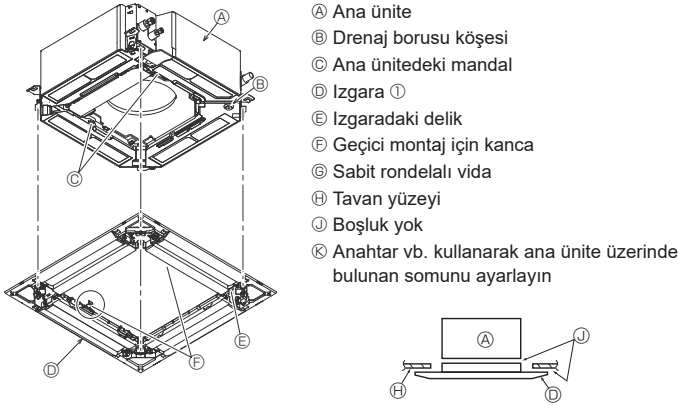

Fig. 9-6
9.4.2. Izgaranın geçici olarak montajı (Fig. 9-6)
- Daha önceden yerlerine takılan vidaları sıkarak izgarayı sabitleyin. (Fig. 9-6) Not: Ana ünite ile izgara arasında ya da izgara ile tavan yüzeyi arasında boşluk kalmamasına dikkat edin. (Fig. 9-6)